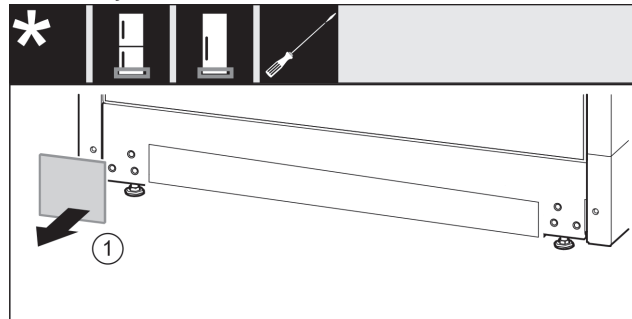

Fig. 14
- Skinite poklopac Fig. 14 (1).